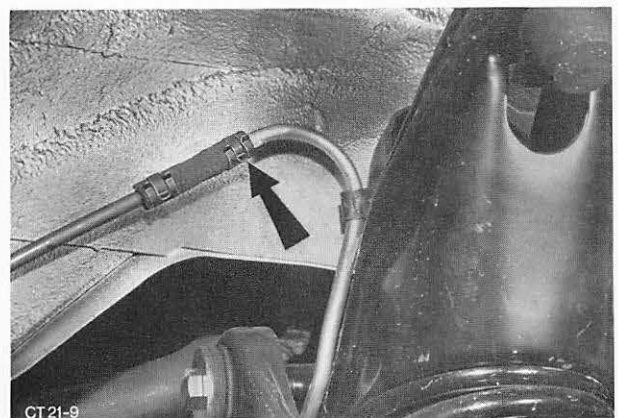

Abb. 18 Kraftstoffleitung unter rechtem Kotflügel trennen
5. Kraftstoffleitung unter rechtem Kotflügel am Verbindungsschlauch trennen, Abb. 18, und an der Kraftstoffpumpe abbauen.